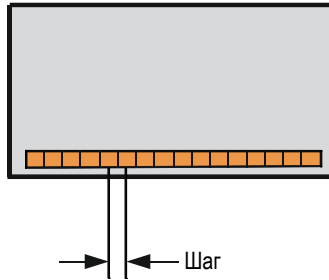

Рис. 4-5 Расстояние между элементами ПЭП
- d) В кнопке **Шаг** введите расстояние между центрами двух соседних элементов ПЭП. Это расстояние показано на Рис. 4-5 на стр. 104.